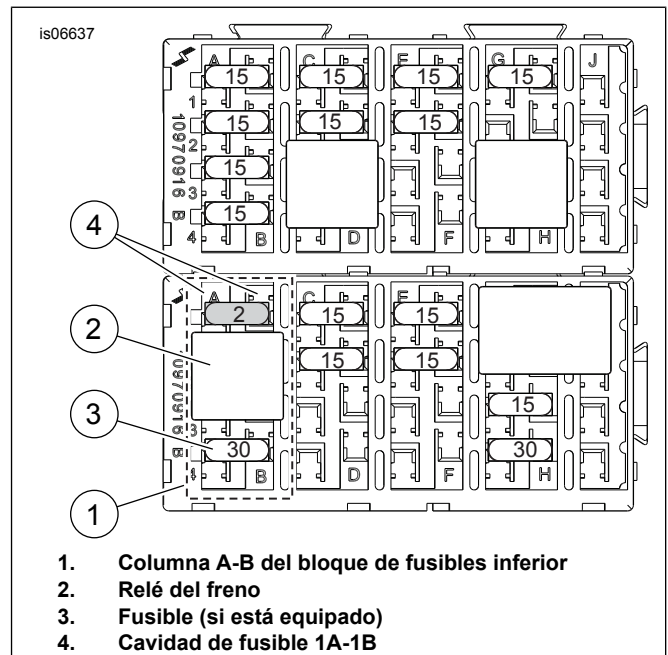

Figura 14. Cavidad del fusible P&A IGN (modelos Touring de 2008 a 2013)
3. Vea Figura 14. Ubique la cavidad de fusible 1A-1B (marcada "P&A IGN", "2A MAX" en la cubierta) en el bloque de fusibles inferior (1). Quite el relé del freno (2) y el fusible (3, si está equipado) instalados actualmente en la columna A-B, y tome nota de su ubicación.
7. Instale el fusible de 2 A (18) del kit en la cavidad de fusible 1A-1B (Consulte la Figura 14., Artículo 4) para completar el circuito.